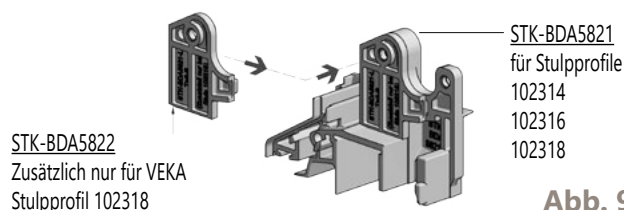

Abb. 9
- Stulpleiste über die gesamte Länge mit Silikon ansetzen und oben und unten luftdicht verschließen (Abb. 9).